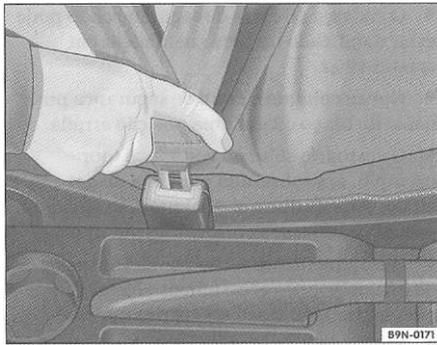

Fig. 10 Fecho e lingüeta do cinto de segurança
- Insira a lingüeta de engate no respectivo alojamento do fecho no banco, até encaixá-la, ouvindo o "clique" característico => fig. 10.